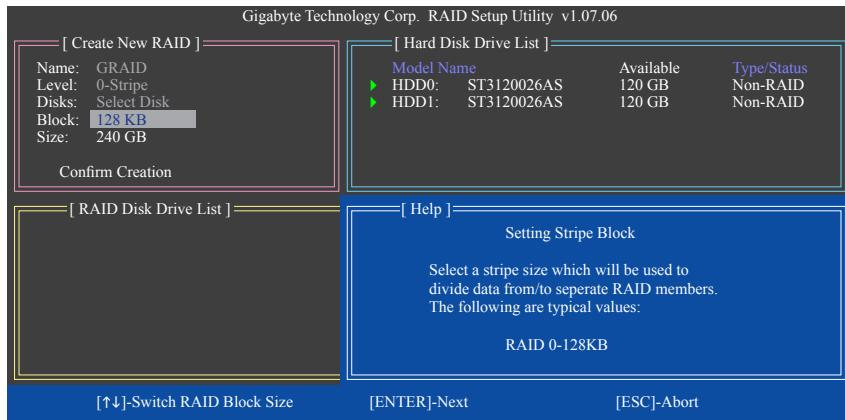

図 6
4. ブロックサイズの設定(RAID 0 のみ): Block 項目の下で、上または下矢印キーを使用してストライプブロックサイズを 4 KB~128 KB の範囲で選択します(図 6)。<Enter> を押します。